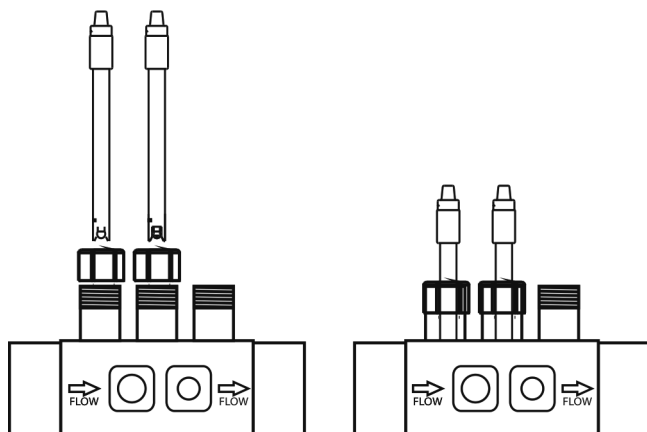

Fig. 12
1. Inserir os sensores pH e de ORP fornecidos com o equipamento nos correspondentes compartimentos do porta-sensores (Fig. 12).